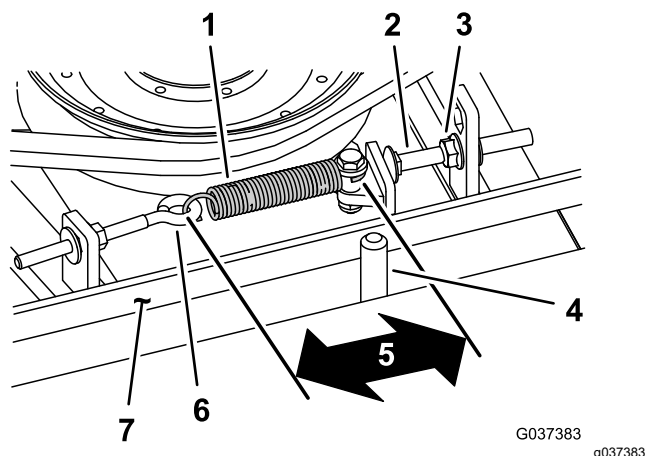

Figure 113
Lorsque le ressort d'extension est correctement tendu, l'intérieur doit mesurer (d'un crochet à l'autre) entre 8,3 et 9,5 cm (3¼ à 3¾ po). Lorsque le ressort est correctement tendu, ajustez le boulon d'arrêt (boulon de carrosserie) jusqu'à obtention d'un jeu d'environ 2 à 5 mm (0,065 à 0,185 po) entre la tête du boulon et le bras de la poulie de tension (Figure 113).
Remarque: La courroie doit être placée du côté ressort du guide (Figure 113).
2. Desserrez le boulon à œil pour pouvoir enlever le ressort d'extension (Figure 113).
3. Desserrez l'écrou à embase qui fixe le boulon d'arrêt à la patte de montage, et écartez la poulie de tension de la courroie pour détendre cette dernière (Figure 113).
9. Raccrochez le ressort d'extension (Figure 113) au boulon à œil et tendez la courroie comme suit :